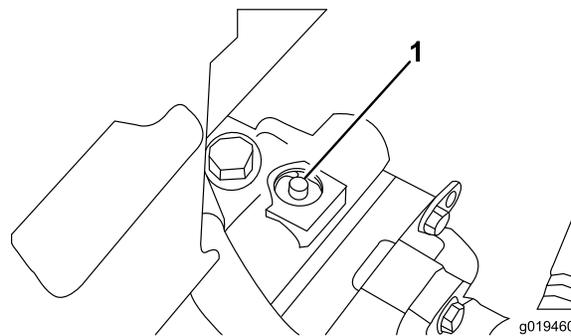

Figure 37
- La vanne de dérivation se trouve en haut de la pompe à cylindrée variable (Figure 37). Tournez la vanne à 90° dans l'un ou l'autre sens pour l'ouvrir et dériver l'huile à l'intérieur de la transmission. Il est alors possible de déplacer la machine lentement sans endommager la transmission.